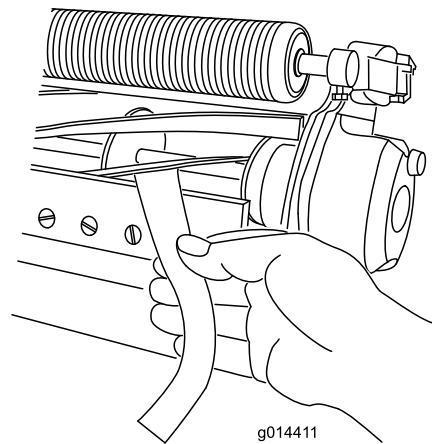

Рисунок 5
3. С одной стороны барабана вставьте длинную полосу газетной бумаги между барабаном и неподвижным ножом (Рисунок 5). Медленно вращая барабан вперед, поверните регулировочный винт неподвижного ножа по часовой стрелке (с той же стороны барабана, по одному щелчку за один раз, пока бумага, вставленная с передней части параллельно неподвижному ножу, не будет слегка прижата). Вы должны заметить небольшое торможение, когда потяните за бумагу.
5. После завершения регулировки проверьте, может ли барабан прижать бумагу, вставленную с передней части, и отрезать бумагу, вставленную под прямым углом к неподвижному ножу (Рисунок 5).